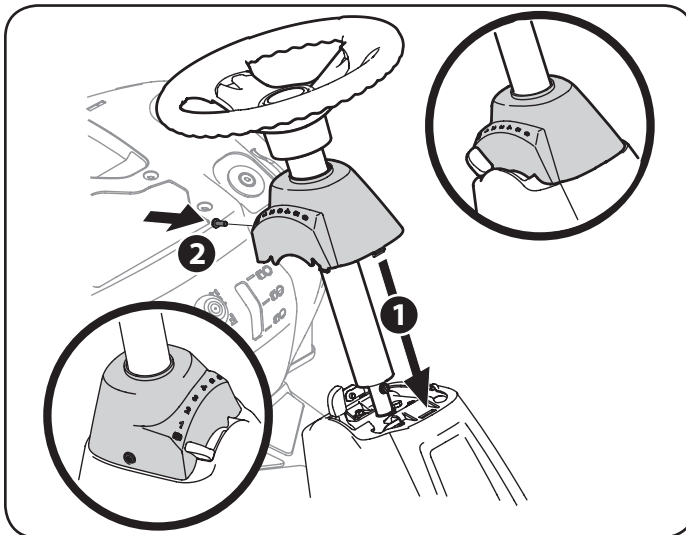

Figura 3
7. Deslice la tapa del pedestal sobre el tractor (1) y rótlela ligeramente a la derecha para calzarla en su lugar. Sujete el pedestal con el tornillo (2) que extrajo antes. Vea la Figura 3.